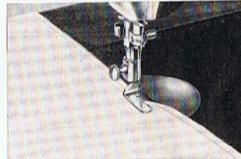
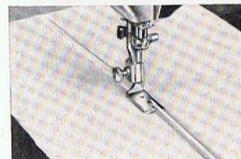

Abb. 36
Abb. 37
**Herstellung von Kappnähten** (Abb. 36 und 37). Die beiden Stoffstücke, die man mittels Kappnaht verbinden will, legt man mit der unrichten Seite so aufeinander, daß die Kante des unteren Stückes 2 mm nach rechts übersteht. Beide Kanten bringt man in den Kapper, läßt diesen herunter, stellt die erste Naht her (Abb. 36). Nun breitet man die Arbeit mit der rechten Seite nach oben flach auseinander, führt die dabei entstandene Kante aufrecht in den Kapper und näht, wie in Abb. 37 veranschaulicht.